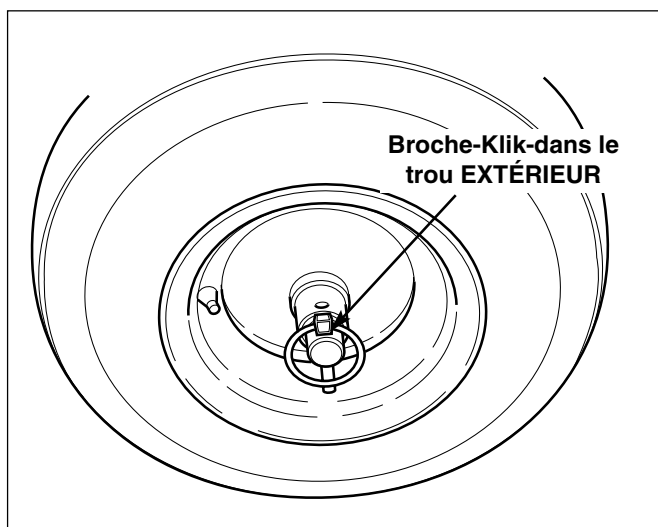

Figure 9. Blocage de l'entraînement de traction - Désengagé
Pour tourner facilement tout en poussant le chasse-neige, il est possible de désengager l'entraînement de traction sur l'une ou sur les deux roues à l'aide des broches de blocage de traction (Voir les Figures 9 & 10).
2. Pour **DÉSENGAGER** le blocage d'entraînement de traction, insérer la broche de blocage de traction dans le trou extérieur de l'essieu. (Voir Figure 9).